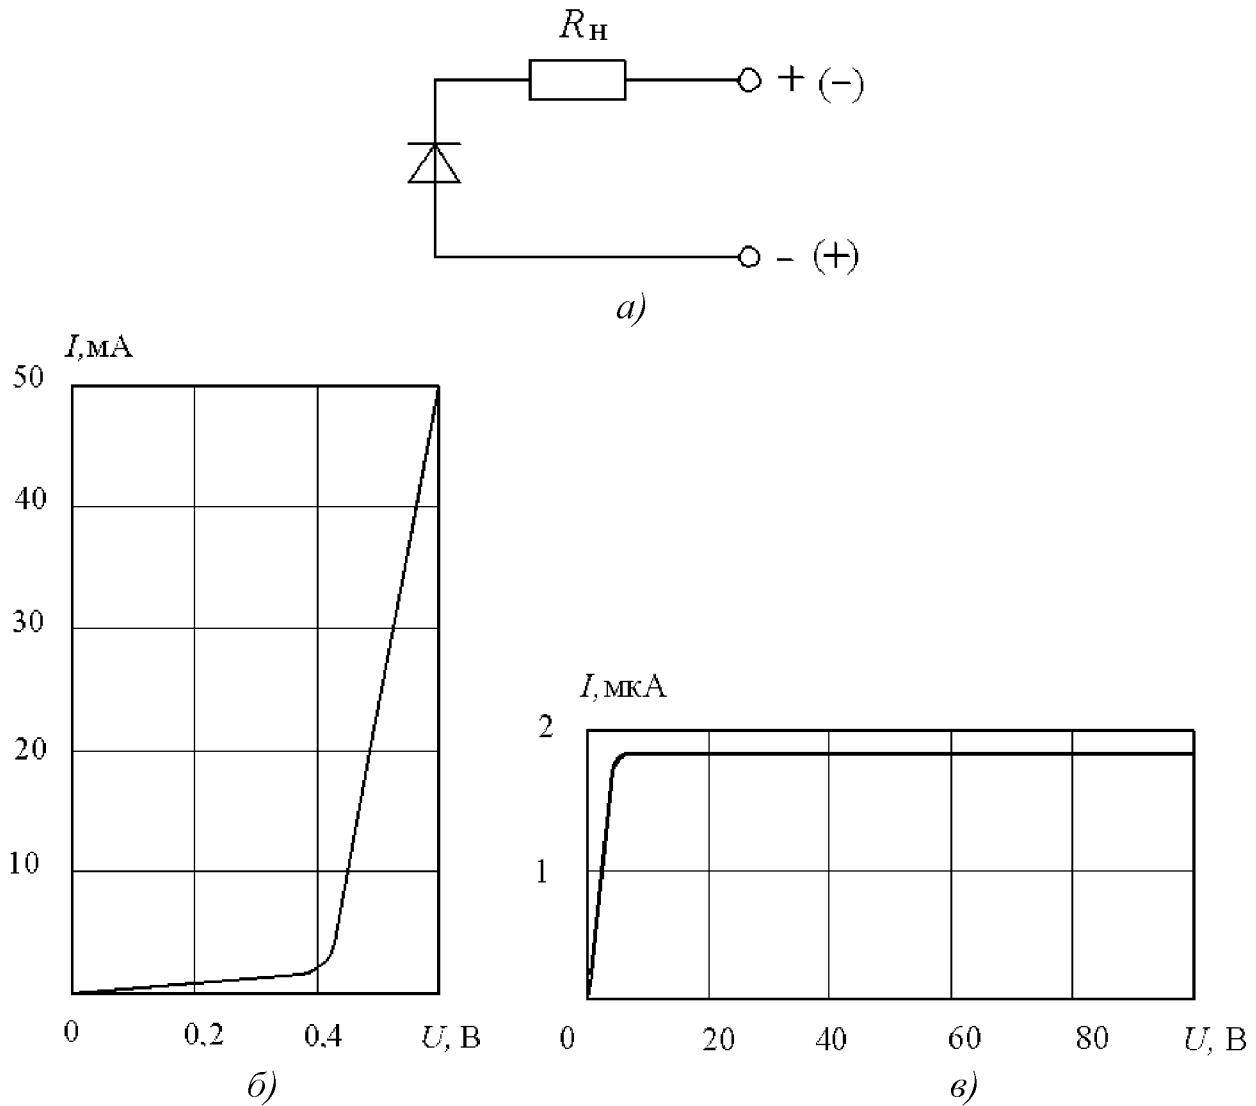

Рис. 2.14 Полупроводниковый диод:
Диод – это полупроводниковый прибор с одним *p-n*-переходом, который имеет существенное разное сопротивление при изменении полярности приложенного напряжения (рис. 2.14, *a*). Незначительное сопротивление диода соответствует прямому включению (рис. 2.14, *б*), а очень большое – обратному (рис. 2.14, *в*).
2.5.1. Определить напряжение на диоде в обратном включении (рис. 2.14, в), последовательно подключенном с резистором  $R_{\text{н}} = 10 \text{ МОм}$ , если ток в цепи 1 мА, а напряжение питания 110 В.
2.5.2. Рассчитать сопротивление нагрузки в цепи с полупроводниковым диодом в прямом включении (рис. 2.14, а), чтобы ток его не превышал 110 мА, если падение напряжения на диоде равно 0,6 В, а напряжение питания 5 В.
2.5.4. Найти напряжение на диоде, обратная ветвь вольт-амперной характеристики которого приведена на рис. 2.14, в. Сопротивление нагрузки  $R_{\text{н}} = 5 \text{ МОм}$ , напряжение питания  $U_{\text{п}} = 100 \text{ В}$ .
2.5.5. Определить ток в цепи с диодом в прямом отключении, прямая ветвь вольт-амперной характеристики которого приведена на рис. 2.14, б. Напряжение питания 1,5 В, сопротивление нагрузки  $R_H = 50$  Ом.